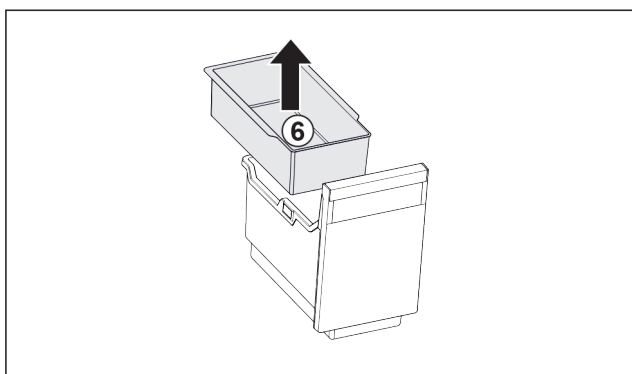

Fig. 195
- Einhängeschale Fig. 195 (6) entnehmen.